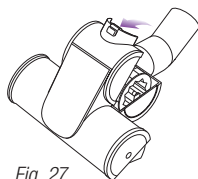

Fig. 27
- 1 Deslice la traba **(a)** hacia adelante e incline suavemente la cubierta del cepillo hacia arriba para abrirla. **(Fig. 27)**